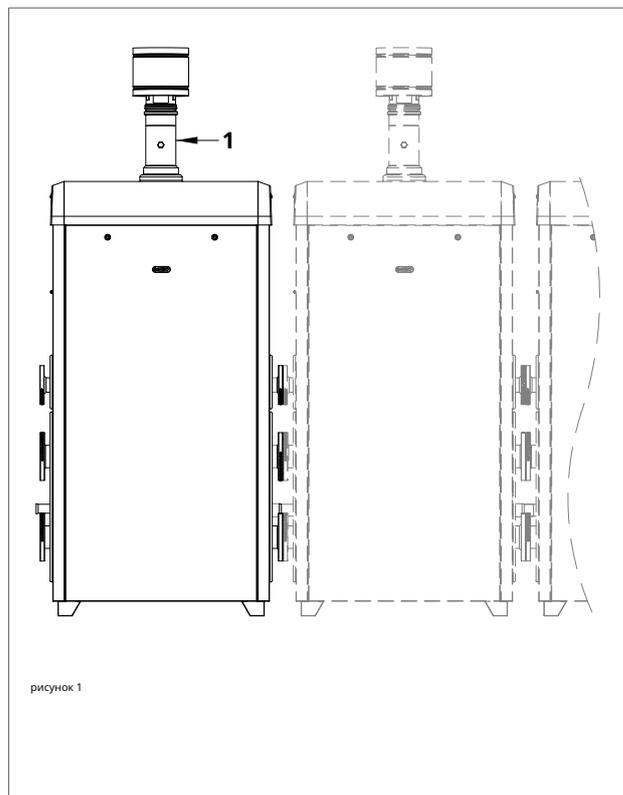
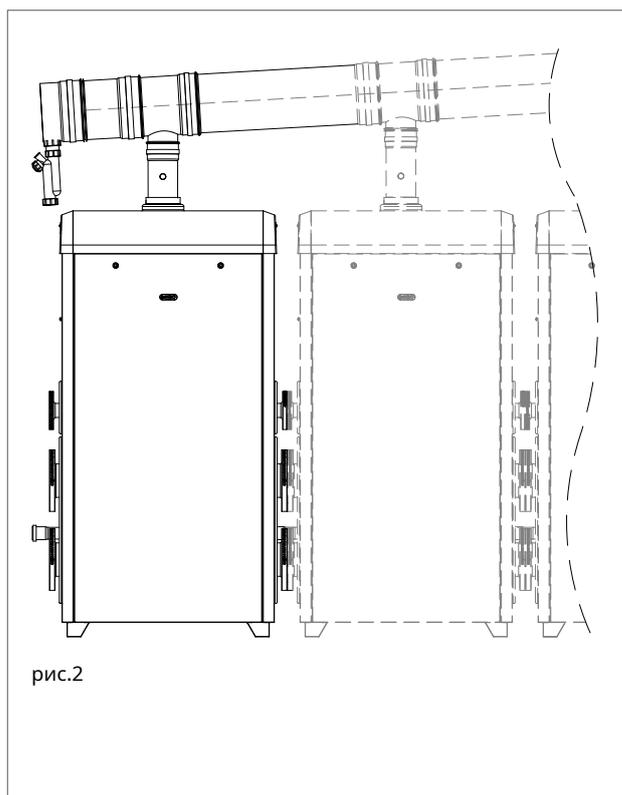

рис. 1
рис. 2
Для подключения линии Modbus к блоку управления последовательно выполните электрические подключения следующим образом (см. рис. 1:
- › Вставьте зонд анализатора дыма в соответствующее дымовое гнездо «PF» (рис. 1), затем проверьте, соответствует ли значение CO2 значению, указанному в главе «Технические данные», в противном случае отвинтите защитный винт «А» (рис. 2) и отрегулируйте с помощью шестигранного ключа на 4 мм винт «2» (рис. 2) регулятора смещения. Для увеличения значения CO2 необходимо вращать винт по часовой стрелке и наоборот, если вы хотите его уменьшить. После завершения регулировки вверните защитный винт «А» (рис. 2) на регулятор смещения.
- › Убедитесь, что значение CO2 соответствует как указано в главе «Технические данные», в противном случае отрегулируйте винт «1» (рис. 2) регулятора расхода газа. Чтобы увеличить значение CO2, необходимо повернуть винт против часовой стрелки, и наоборот, если вы хотите его уменьшить.
- › При каждом изменении регулировки винта «1» (рис. 2) регулятора расхода газа необходимо дождаться стабилизации котла на заданном значении (около 30 секунд).